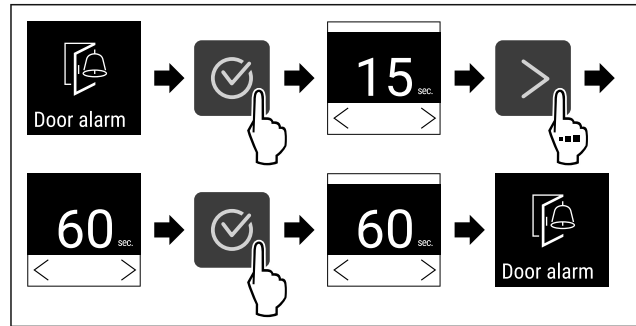

Fig. 117
- ▶ Провести етапи операцій (див. Fig. 117).